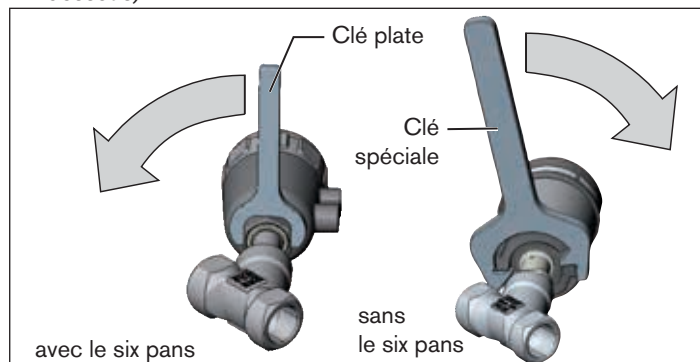

Fig. 15 : Tourner avec une clé spéciale / clé plate
- Tournez le module actionneur uniquement dans le sens prescrit (voir « Fig. 15 »).